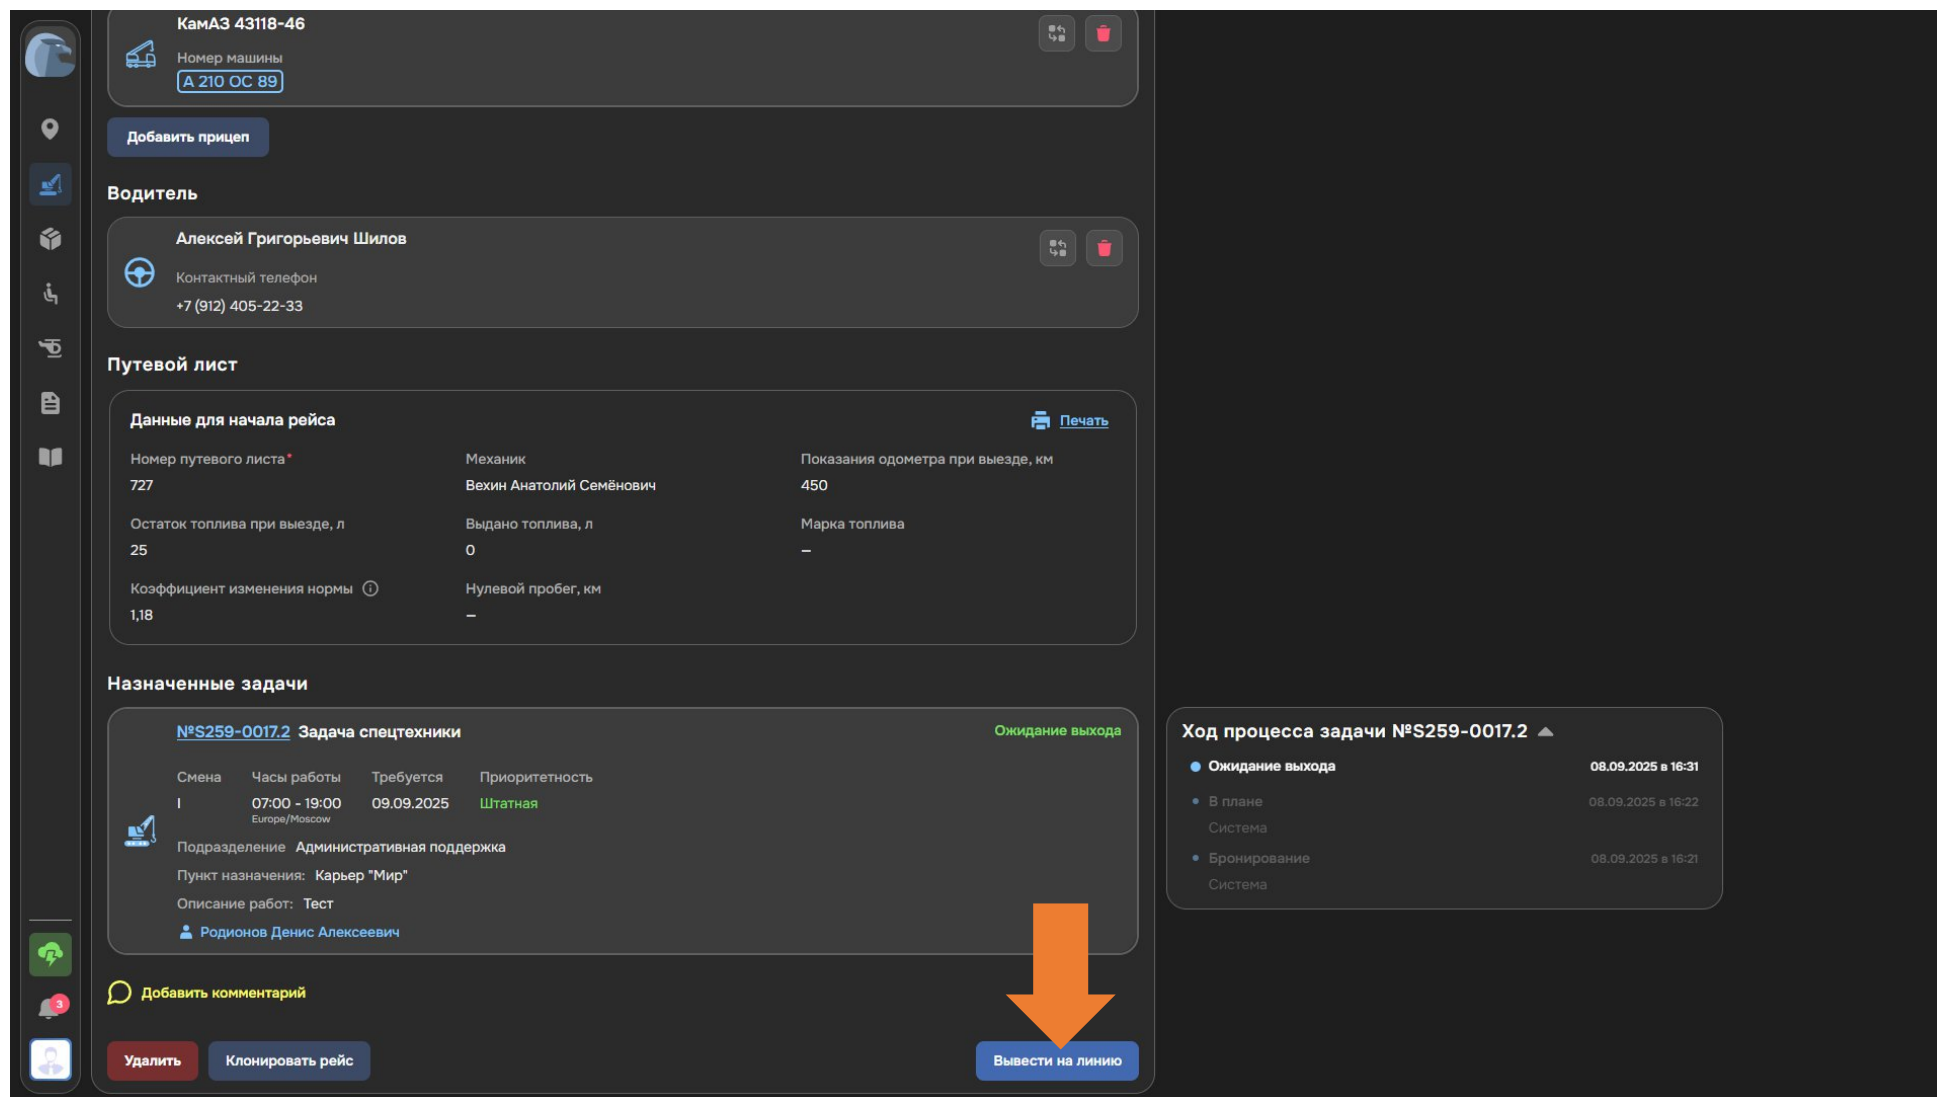

Рисунок 60. Вывод на линию при просмотре информации о Рейсе
4. В открывшемся интерфейсе нажмите кнопку «Вывести на линию» (см. Рисунок 60).